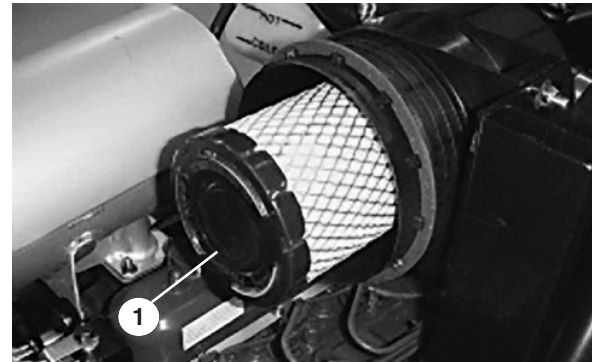

Bild 23
2. Schieben Sie den Filter (Bild 23) vorsichtig aus dem Luftfilterkörper heraus, damit möglichst wenig Staub aufgewirbelt wird. Vermeiden Sie ein Anstoßen des Filters am Filterkörper.